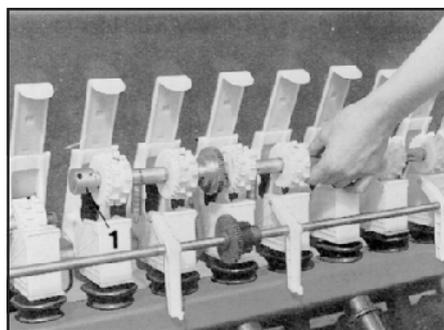

Рис. 24.7
- Соединительные втулки (рис. 24.7/1) необходимо передвинуть после отвинчивания шестигранных винтов на вале высевающих аппаратов, вал высевающих аппаратов вместе с катушками вынуть назад и заменить на вал для бобовых.